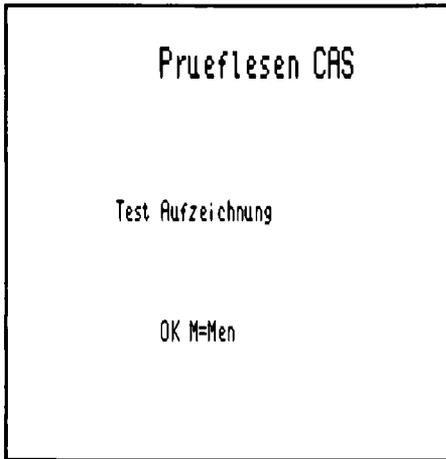

Abb. 7.2.16 Das Bild zeigt einen gelungenen Test an
16. *Abb. 7.2.16* zeigt, wie es aussehen soll, wenn die Daten erfolgreich geladen wurden.